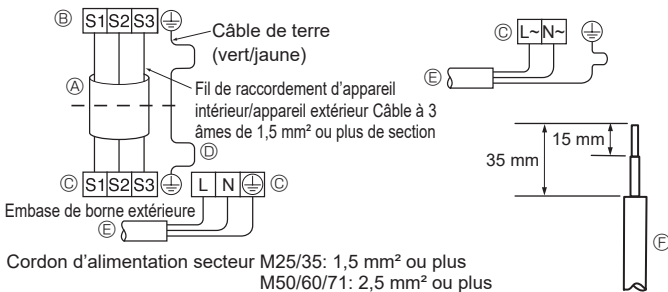
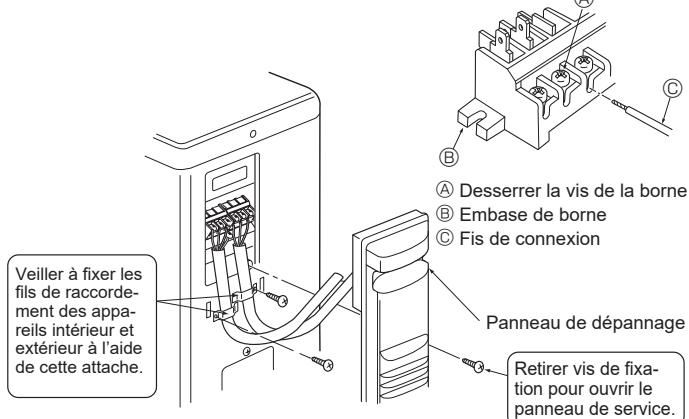
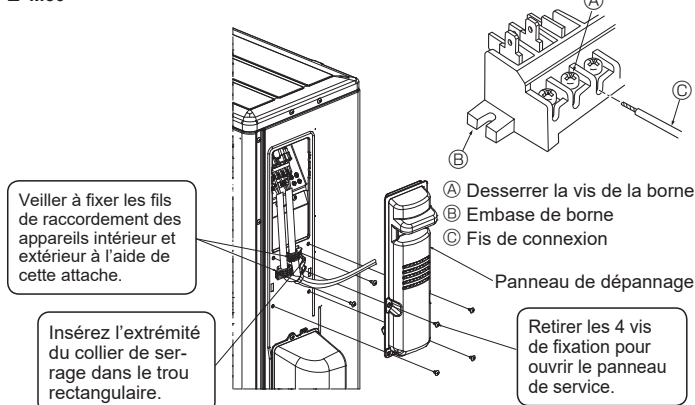
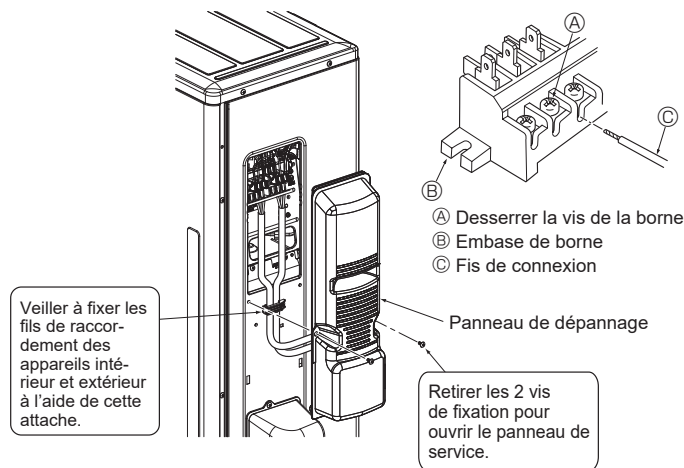

Fig. 6-2
Fig. 6-3
Fig. 6-4
Fig. 6-5
6.1. Appareil extérieur (Fig. 6-1, Fig. 6-2, Fig. 6-3, Fig. 6-4, Fig. 6-5)
- ① Déposez le panneau de service.
- ② Raccordez les câbles conformément aux Fig. 6-1, Fig. 6-2, Fig. 6-3, Fig. 6-4 et Fig. 6-5.
- Effectuez le câblage selon le diagramme en bas et à gauche. (Veuillez vous procurer le câble localement) (Fig. 6-2)